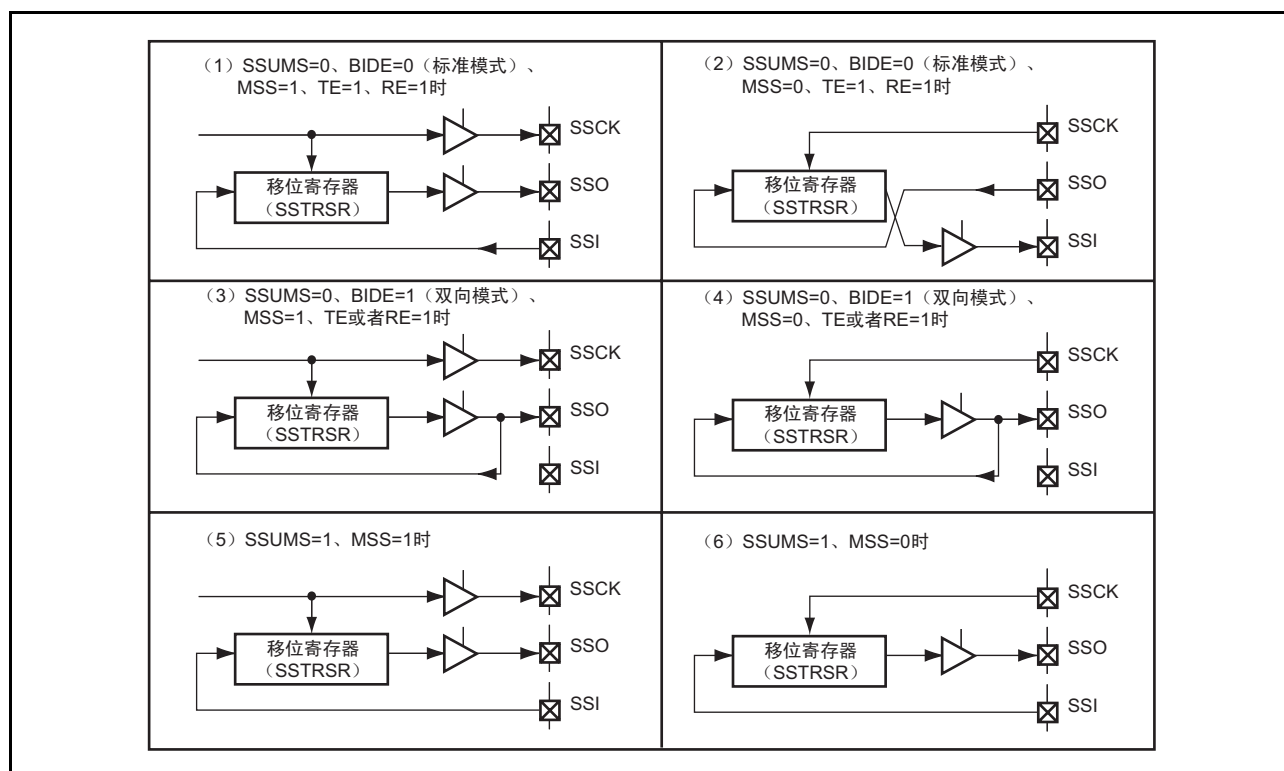

图 15.3 数据输入 / 输出引脚和移位寄存器的关系
如图 15.3 所示, 数据输入 / 输出引脚和 SS 移位寄存器 (SSTRSR) 的连接关系因 SSCRH 的 MSS、BIDE 以及 SSCRL 的 SSUMS 的组合而不同。
当在 BIDE=0 且 MSS=1 (标准、主控模式) 的状态下运行时, SSU 从 SSO 引脚发送串行数据, 从 SSI 引脚接收串行数据 (图 15.3(1)); 当在 BIDE=0 且 MSS=0 (标准、从属模式) 的状态下运行时, SSU 从 SSI 引脚发送串行数据, 从 SSO 引脚接收串行数据 (图 15.3(2))。
在 BIDE=1 (双向模式) 的状态下, 与主控模式和从属模式无关, SSU 从 SSO 引脚发送或者接收串行数据 (图 15.3(3) 和图 15.3(4))。但是不能通过同时将 TE 和 RE 置 1 进行同时发送和接收, 只能选择 TE 或者 RE。
当在 SSUMS=1 的状态下运行时, SSU 从 SSO 引脚发送串行数据, 从 SSI 引脚接收串行数据。当 MSS=1 时, SSU 从 SSCK 引脚输出内部时钟; 当 MSS=0 时, SSCK 引脚为输入引脚 (图 15.3(5) 和图 15.3(6))。